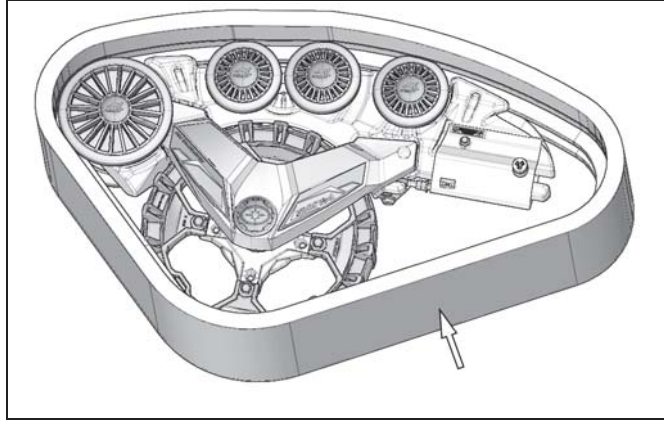

Figure 22
- Installer la chenille de caoutchouc. Voir la Figure 22.